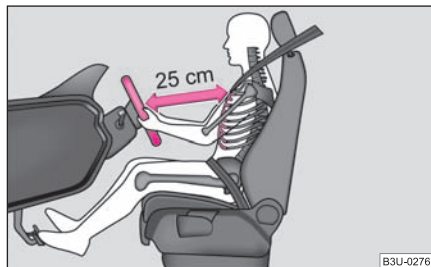

Fig. 4 Distanța corectă a conducătorului față de volan
- Reglați astfel scaunul conducătorului auto încât distanța dintre volan și torace să fie de cel puțin 25 cm ⇒ fig. 4. Dacă nu se respectă această distanță, sistemul airbag nu își poate exercita eficiența maximă – Pericol!